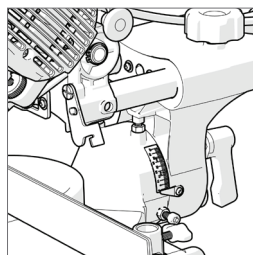

Abb. 12
- Vergewissern Sie sich, dass der Schneidkopf senkrecht gegen seinen Anschlag steht, und der Neigungswinkelzeiger 0° auf der Skala anzeigt. (**Abb. 12**)